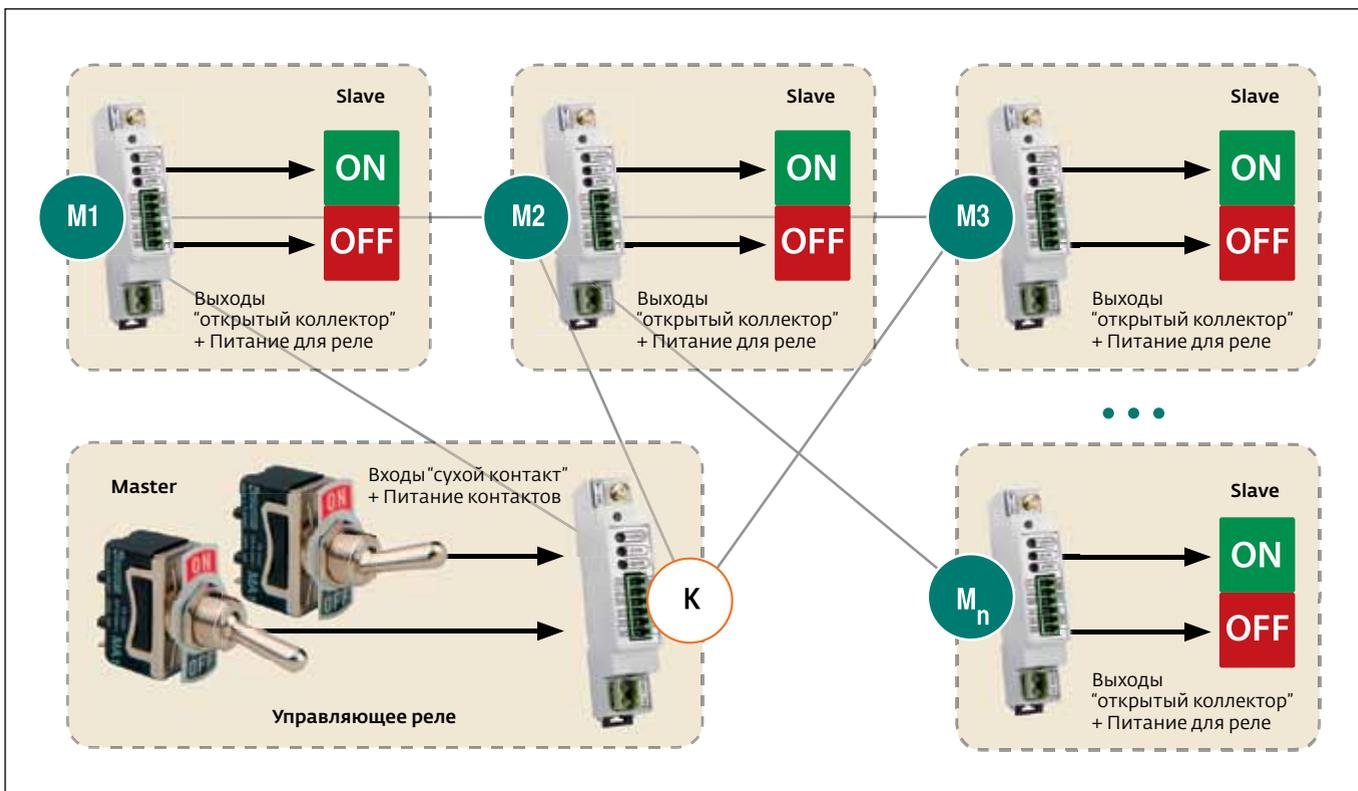

Рис.5. Двухканальный адресный повторитель состояния контактов
- двухканальный адресный повторитель состояний контактов (рис.5). Модем-координатор (входы "сухой контакт") адресно ретранслирует состояния контактов ведущего устройства (Master) всем объектам АСУ (1...32 Slave), включенным в рассылку (настраиваемый список маршрутизаторов в сети, которым ретранслируются состояния контактов). Ведомые объекты подключены к выходам "открытый коллектор" модемов-маршрутизаторов. Компьютер и коммуникационное серверное ПО не требуется. Примеры АСУ: системы сигнализации и безопасности; управление "умным домом"; промышленная автоматизация технологических процессов (АСУ ТП).